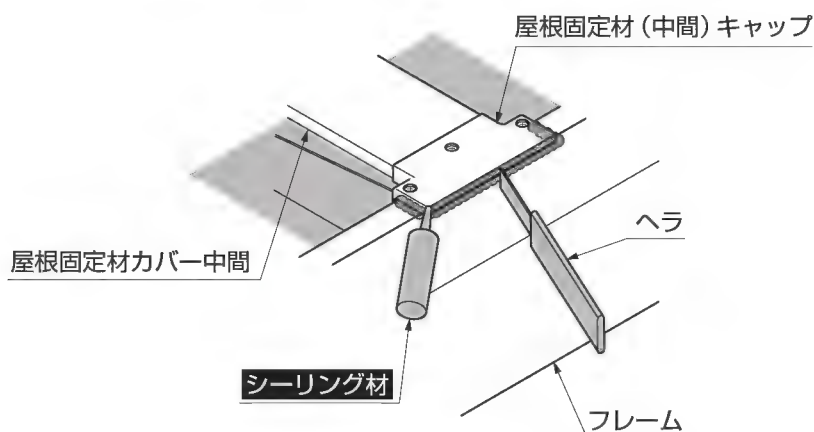

図10-5 C部詳細図
- ③C部屋根固定材（中間）キャップ、フレームの接合部へシーリング処理してください。（図10-5参照）